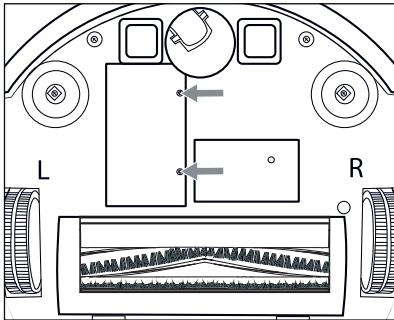

Abb. 16
- 1) Lösen Sie die beiden Schrauben der Akkufachabdeckung 26 (siehe Abb. 16) an der Geräteunterseite mit einem Kreuzschlitzschraubendreher und entfernen Sie diese vom Gerät. Nehmen Sie die Akkufachabdeckung 26 vom Gerät ab.